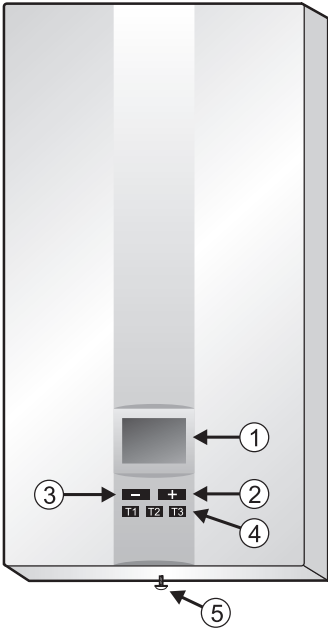
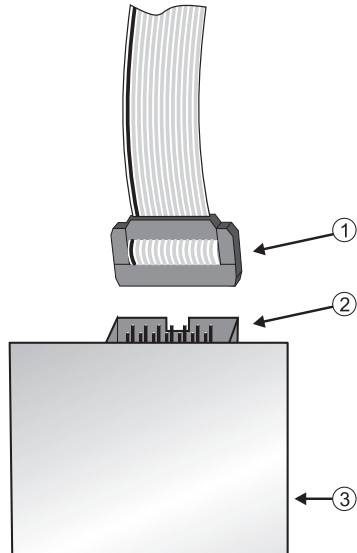

Abb. 1. Gerätehaube
Abb. 2. Bedienfeldplatte mit Flachkabel
4. Die Gerätehaube von unten aufschrauben (Abb. 1), vom Gerät vorsichtig abnehmen und das Flachkabel aus dem „LCD“-Steckverbinder herausziehen (Abb. 2).
13. Das Flachkabel wieder in den „LCD“-Steckverbinder einstecken (Abb. 2)
Die Wassertemperatur wird durch drücken einer der Tasten „-“ oder „+“ eingestellt (Abb.1). Diese kann sich zwischen 30°C und 60°C, mit einer 0,5°C-Genauigkeit, bewegen.
3. Die untere Feststellschraube (Abb. 1) lösen, danach das Gehäuse vorsichtig abnehmen und darauf achten, dass das Flachband-Verbindungskabel zwischen dem Gerät und dem Display nicht gespannt wird.
2. Die Gerätehaube von unten aufschrauben (Abb. 1), vom Gerät vorsichtig abnehmen und das Flachkabel aus dem „LCD“-Steckverbinder herausziehen (s. Abb. 2).
10. Das Flachkabel wieder in den „LCD“-Steckverbinder einstecken (s. Abb. 2).
- das Flachkabel befindet sich nicht im „LCD“-Steckverbinder (Abb. 2),